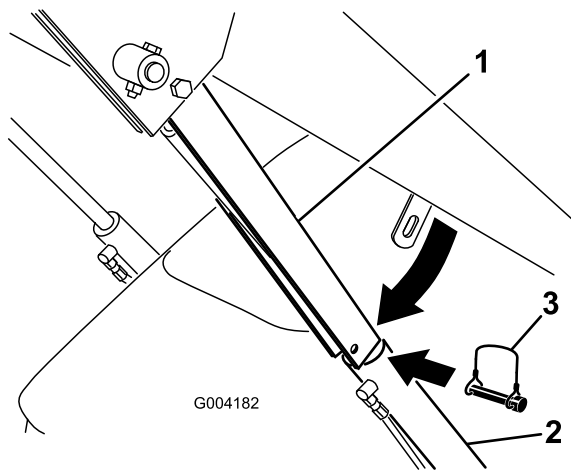

Рисунок 19
4. Извлеките шплинт, который крепит замок гидроцилиндра к кронштейну погрузчика (Рисунок 19).
5. Опустите замок гидроцилиндра на шток гидроцилиндра и закрепите его при помощи шплинта (Рисунок 19).